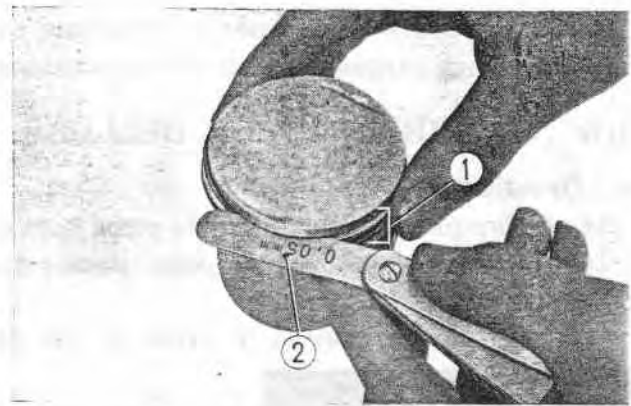

Fig. 3-63 ① Segment de piston
Mesurer le jeu entre le segment de piston et la gorge au moyen d'un jeu de cales. (Fig. 3-63)
6. Mesure de l'alésage pour l'axe de piston. (Fig. 3-63)